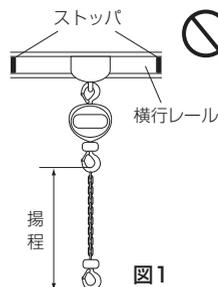

図1
- (4)トロリと組み合わせて使用される場合は、トロリの取扱説明書を熟読し正しくご使用ください。
- (5)トロリを取り付けられるレールの両端末にはストッパを取り付けてください。図1